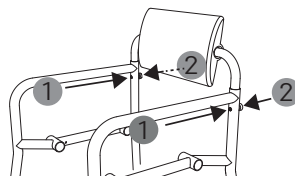

fig. 10
3. Lorsque la hauteur souhaitée est réglée, fixez le dossier à l'aide des vis et des écrous moletés. Veillez à bien insérer les vis par l'avant (1, fig. 10) et à bien serrer les écrous moletés à l'arrière du produit (2, fig. 10).